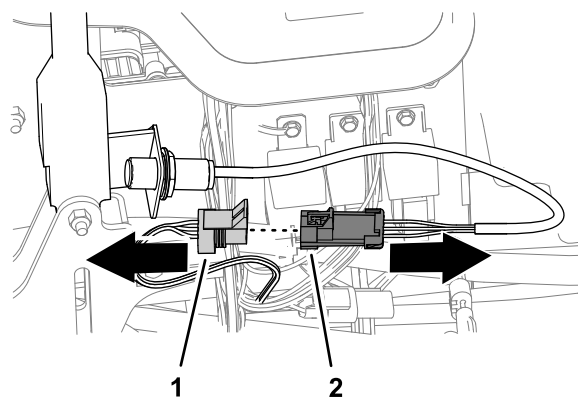

Figure 14
1. Débranchez le connecteur à 3 douilles du contacteur du frein de stationnement du connecteur à 3 broches du faisceau de la machine (Figure 14).